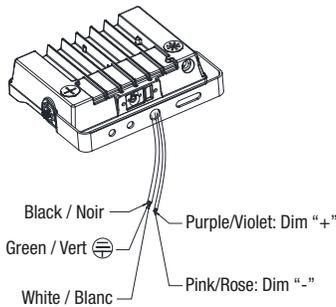

Fig. 5.2
4. Make wiring connections as follow (Fig. 5.2):
4. Effectuer les connexions de câblage comme suit (Fig. 5.2):